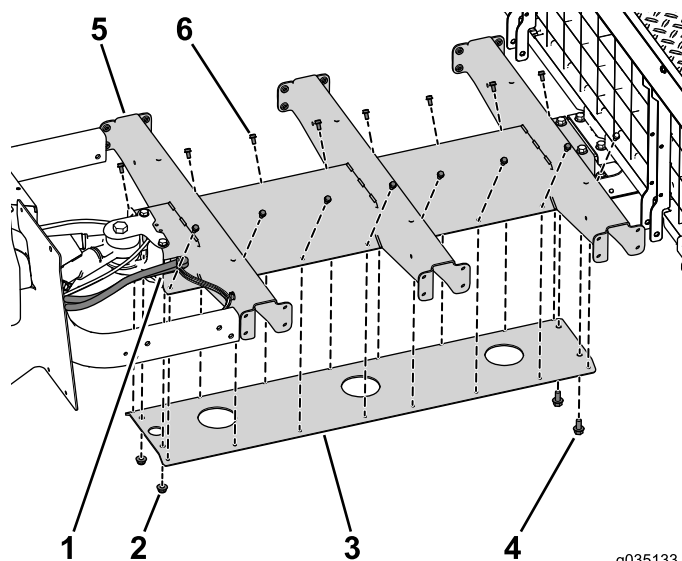

図 79
2. ボトムプレートをセンターチャネルに仮止めするボルト3/8 x 3/4 インチ2本、ボルト1/4 x 1/2 インチ16本、とフランジナット3/8 インチを使用する 図 79。